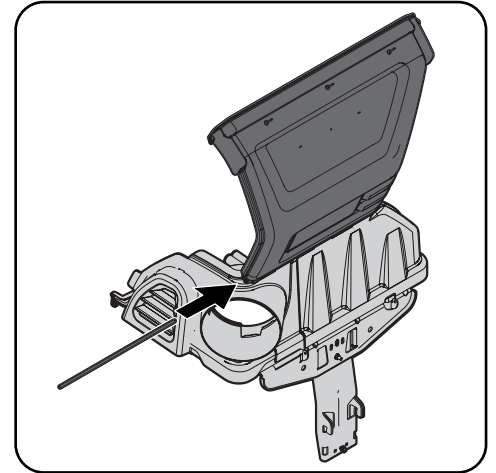

Figura 4-15
3. **Si no viene armado de fábrica, coloque el protector de la embolsadora en la cubierta de la misma insertando primero un extremo en el montaje de corte correspondiente. Asegúrese de calzar el protector debajo del reborde, como en la Figura 4-15.**